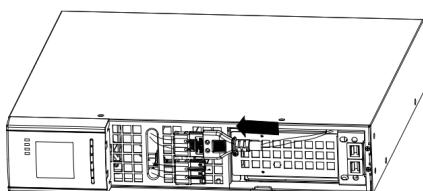

Рисунок 6. Подключение внутренних аккумуляторных батарей ИБП
- b. Подключите разъем внутренней аккумуляторной батареи (см. Рис. 6).